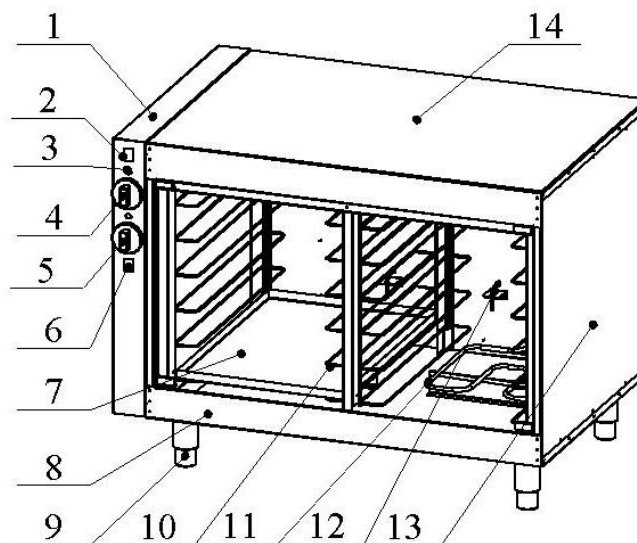

Рисунок 3 - Составные части изделия
**5.1.1** Шкаф выполнен в виде единого блока. Изделие установлено на регулируемые по высоте ножки (9) рисунок 3, позволяющие изменять высоту шкафа (не более 30 мм), а так же компенсировать неровности пола.
Внизу шкафа встроены электронагреватели (далее ТЭНы) (11) рисунок 3, поддерживающие рабочую температуру внутри изделия от 30 до 75 °С. Над ними установлены поддоны (7), в которые заливается вода через трубку для пароувлажнения (12).